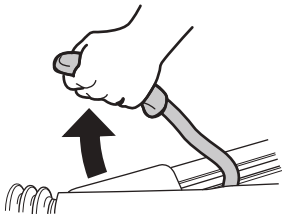

Fig. 9
- ▶ Træk parkeringsbremsen (Fig. 9), og/eller sikr dækkene med hjulklodser.